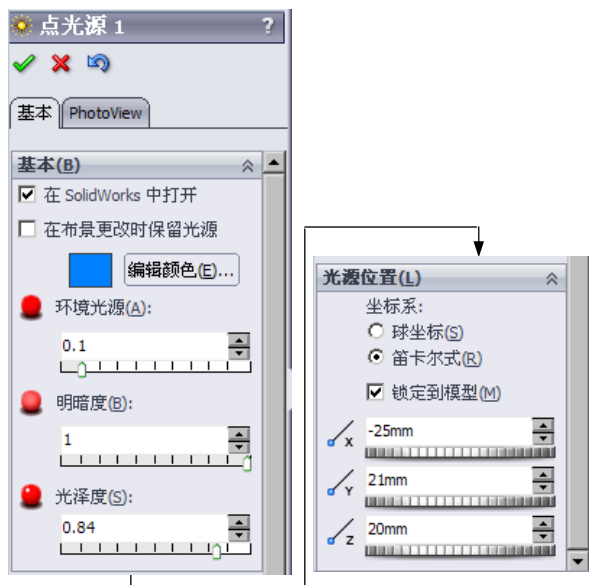

图 8.2.11 “点光源 1”对话框
Step2. 选择命令。选择下拉菜单 **视图(V)** → **光源与相机(L)** → **添加点光源(P)** 命令，系统弹出图 8.2.11 所示的“点光源 1”对话框。
Step3. 在“点光源”对话框中可以编辑点光源的颜色、明暗度、光泽度等参数属性。设置参数如图 8.2.11 所示。